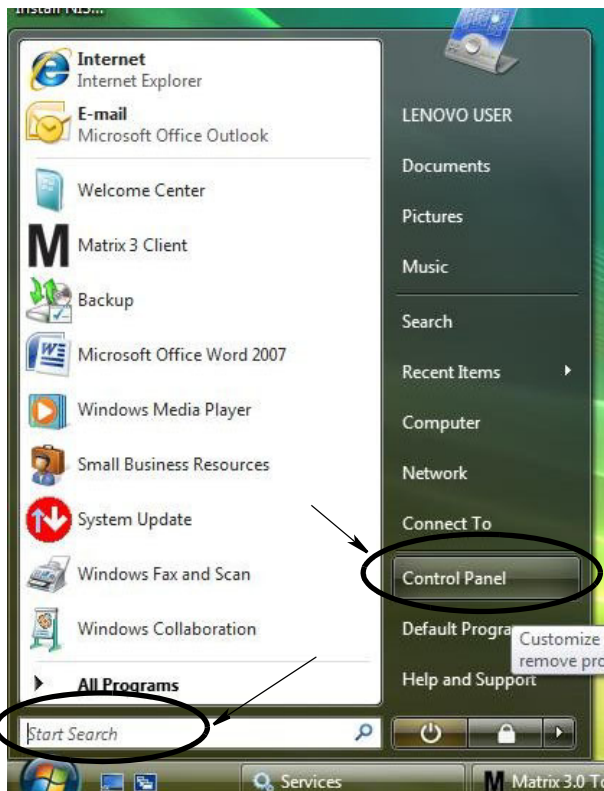

FIG. 16
1. Sul desktop di Windows Vista selezionare Inizia ricerca / Pannello di controllo (FIG. 16).